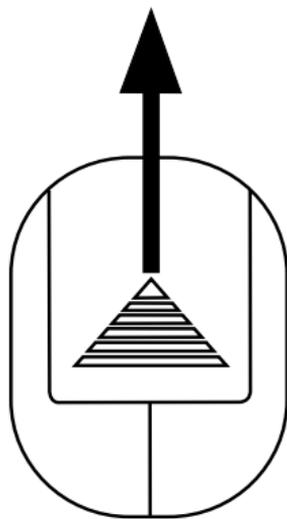

Figura 3
1. Deslize a tampa do compartimento da bateria conforme figura 3;